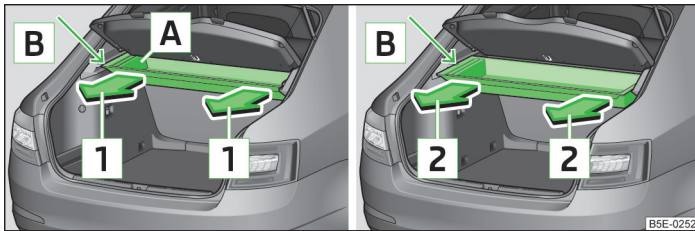

Abb. 93 Multifunktionsbox: herauschieben / herausnehmen
- Die Box mit beiden Händen in Pfeilrichtung **1** » Abb. 93 bis zum Anschlag **B** herauschieben.
- Die Box mit beiden Händen in Pfeilrichtung **2** » Abb. 93 nach dem Überwinden des Anschlags **B** herausnehmen.
Die Multifunktionsbox unter der Gepäckraumabdeckung kann mittels zweier Quertragschienen **A** » Abb. 93 eingeteilt werden.
Der Ein- bzw. Ausbau der Quertragschienen ist nur dann möglich, wenn die Box bis zum Anschlag **B** » Abb. 93 herausgeschoben ist.